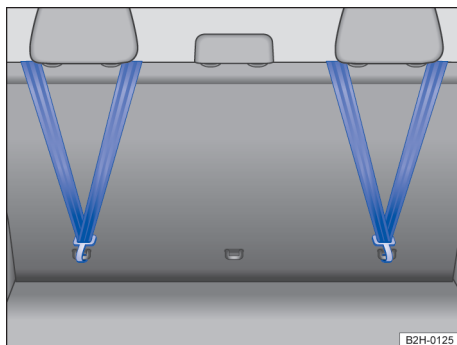

Fig. 45 Na parte traseira do encosto do banco traseiro: cinto de fixação superior preso.
- Prender o cinto de fixação superior no respectivo olhal de retenção → Fig. 45.